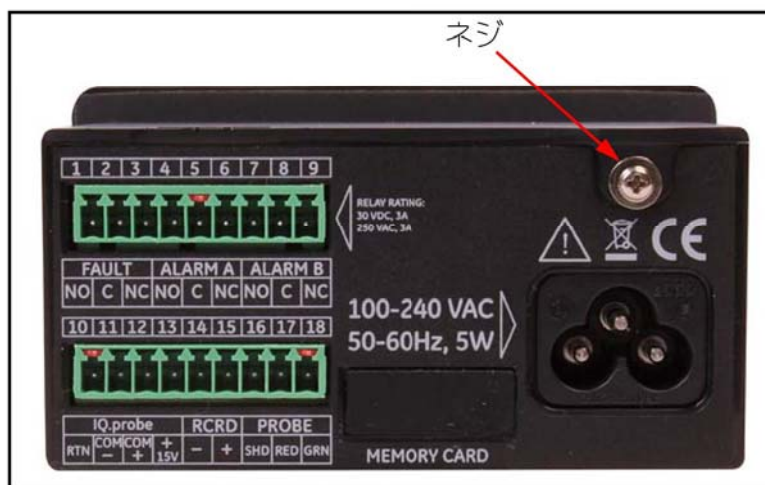

図 4：背面パネル（AC コードの場合を表示しています）
2. 背面パネル上部のねじを外します (下の図 4 を参照)。